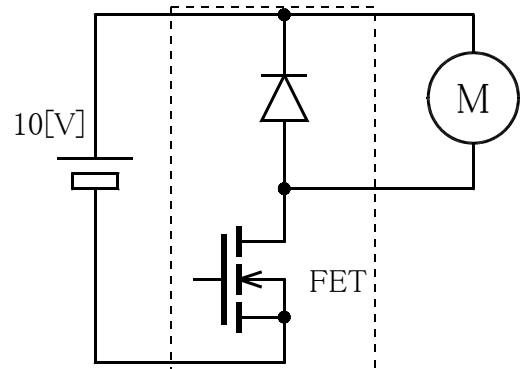

図2 基本となるスイッチング回路
- (1) 図2に示すスイッチング回路によりモータに電力を供給する。MOS-FETがオンで、モータには $4.0[A]$ の電流が流れていたとすると、回路(破線内)の損失 $[W]$ と、効率 $[\%]$ を求めよ。
- (2) MOS-FETをOFFにした直後、モータには $4.0[A]$ の電流が流れ続けようとする。このときの電流の経路を図2に輪状の矢印で書き込むと同時に、回路の損失 $[W]$ を求めよ。